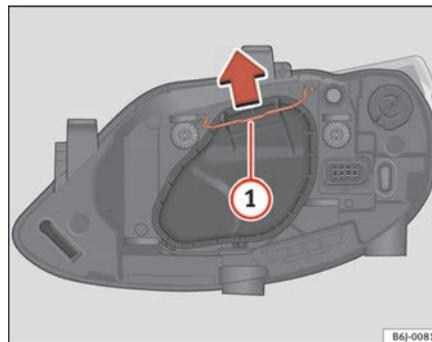

Fig. 151 Médios / máximos farol simples
- Desloque o tirante ⇒ página 232, fig. 151 ① no sentido da seta e puxe a tampa.